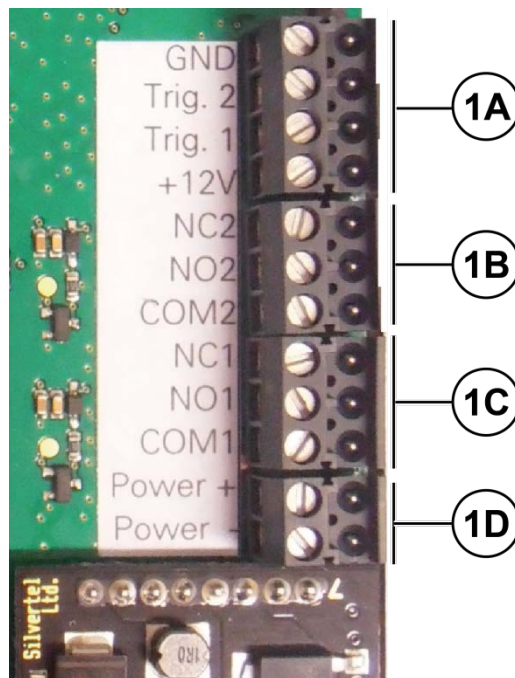

Abb. 6: Anschlussklemme
- 1 Anschlussklemme (Abb. 6)
- Schließen Sie die Leitungen gemäß Beschriftung an (Abb. 6).